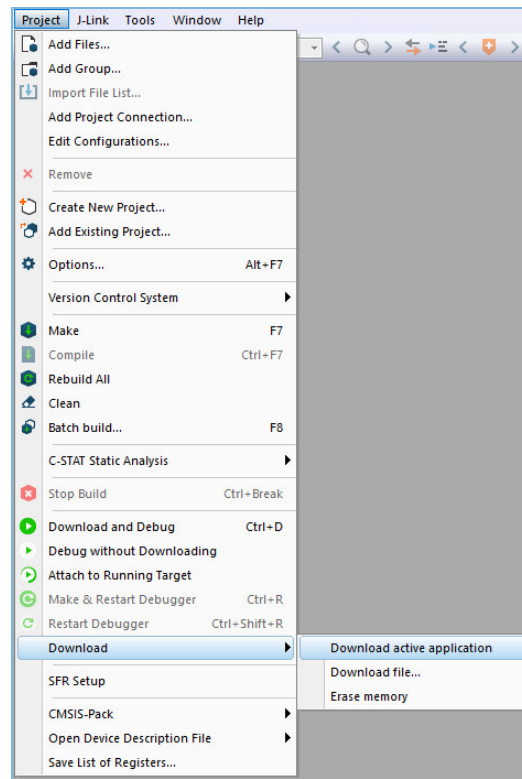

图 3-11 选择Download active application
2. 选择“Project > Download > Download active application”，如图 3-11所示，即可完成固件的下载。